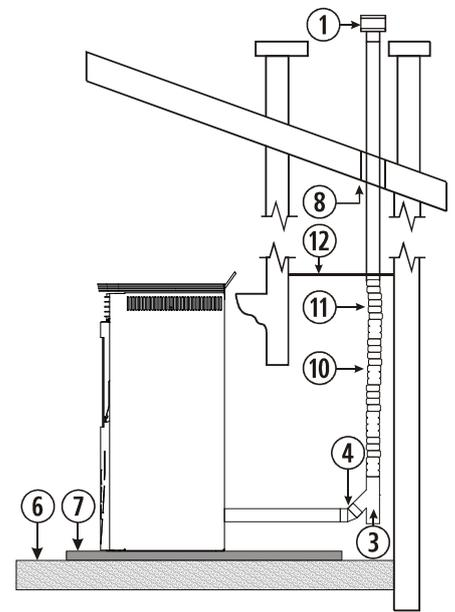

Figura 8
- 4.38. Instalar la estufa según la figura 8, teniendo especial cuidado en colocar una tapa metálica y tubo de acero inoxidable de salida de gases.
①	Sombbrero anti - viento.
②	Te de 135° con registro.
③	Codo de 45°.
⑥	Suelo de madera.
⑦	Protector del suelo no combustible.
⑧	Separación de 80 milímetros.
⑫	Tapa metálica.